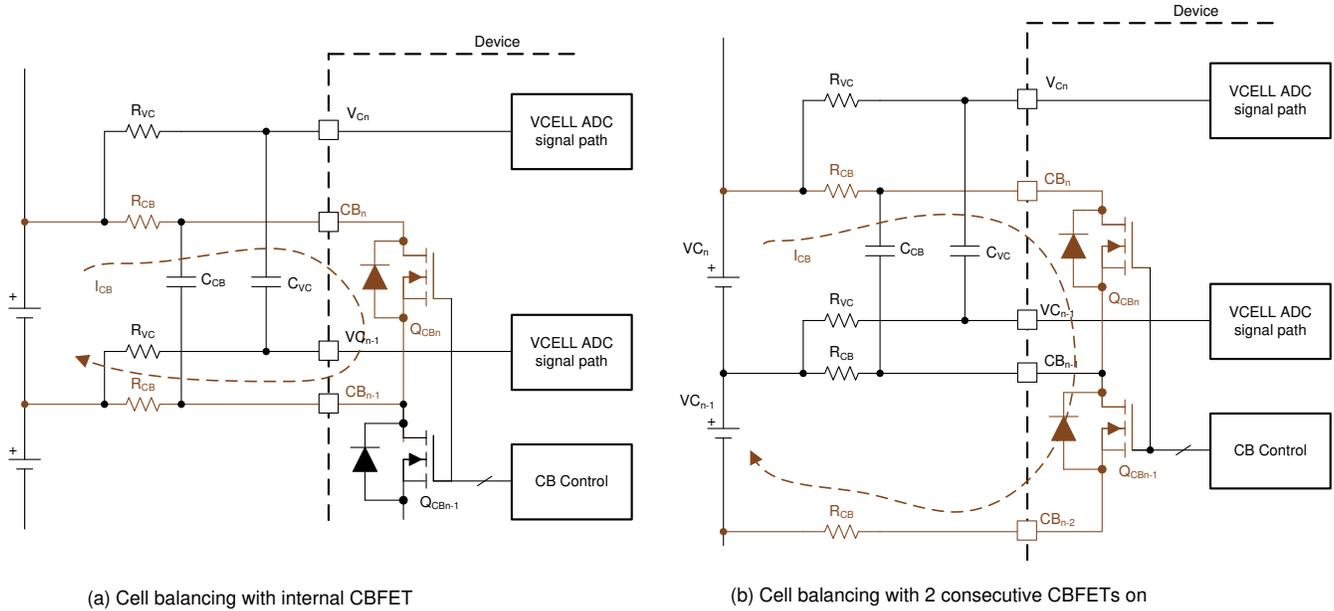

图 8-13. 内部电芯均衡和均衡电流的流动
- 无连续 CBFET 导通时的均衡 (图 8-13 (a)) :  $I_{CB} = V_{Cell} / ((2 \times R_{CB}) + R_{dson_{QCB}})$
- 两个连续 CBFET 导通时的均衡 (图 8-13 (b)) :  $I_{CB} = (两个 V_{CELL} 之和) / ((2 \times R_{CB}) + R_{dson_{QCBn}} + R_{dson_{(QCBn-1)}})$
- 手动均衡控制 ( $[AUTO\_BAL] = 0$ )：通过该方法，器件将在接收到  $[BAL\_GO] = 1$  后开启具有非零均衡计时器设置的 CBFET。在电芯均衡期间不会进行奇数和偶数通道切换，并且在该控制下  $BAL\_CTRL1[DUTY2:0]$  设置不适用。主机 MCU 可以通过该方法启用两个连续的 CBFET，并且最多可以启用八个 CBFET。当两个连续的 CBFET 启用并且两个通道都连接到电池电芯时，与没有相邻的 CBFET 开启相比，均衡电流显著不同（图 8-13）。提供  $DEV\_CONF[NO\_ADJ\_CB]$  位是为了在不打算开启相邻通道以进行均衡的系统中避免无意启用相邻的 CBFET。在该控制方法中，器件依靠 MCU 来启用适当的通道。如果 MCU 发送  $[BAL\_GO] = 1$ ，但 CBFET 在无效条件下启用，则器件不会开始均衡并且会设置  $BAL\_STAT[INVALID\_CBCONF] = 1$ 。无效配置为以下任一配置：